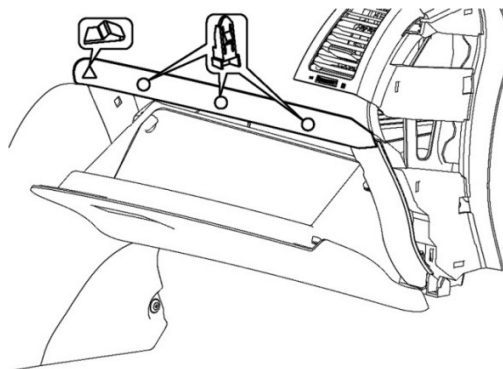

图 1.11.1 右上饰条结构示意图
(2)手指伸入右上装饰条右端部与仪表板之间缝隙,用力拔出最右端卡脚,然后依次拔掉其余所有卡脚,当所有卡扣都脱开时取下左护膝板。(卡脚分布详见图 1.11.1)
(1) 拆卸前请确保右上饰条和右端护板已经拆下。
(2) 用 10# 扳手卸下图 1.11.1 所示两个安装螺栓；